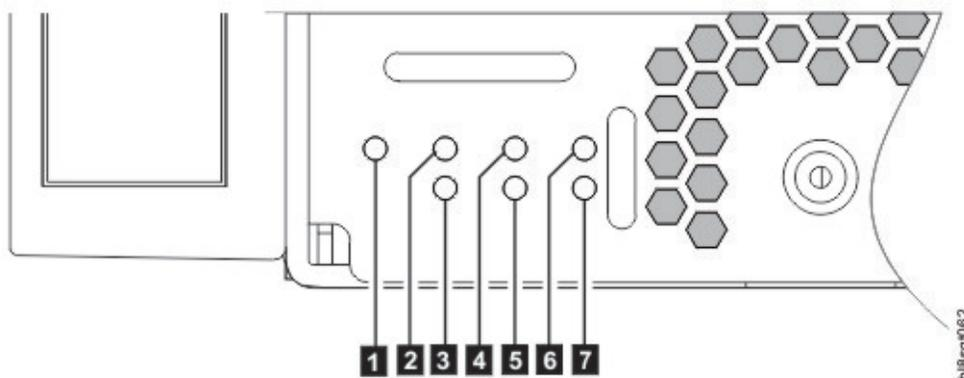

Рисунок 12. Передняя панель – левый нижний угол (частичный вид)
Передняя панель корпуса обеспечивает доступ к семи (7) главным индикаторам корпуса, расположенным в левом нижнем углу. См. также рис. 12 на стр. 15. Кроме того, передняя панель обеспечивает доступ к левой и правой ручкам, с помощью которых можно выдвинуть корпус вперед во время выполнения задач обслуживания в стойке.